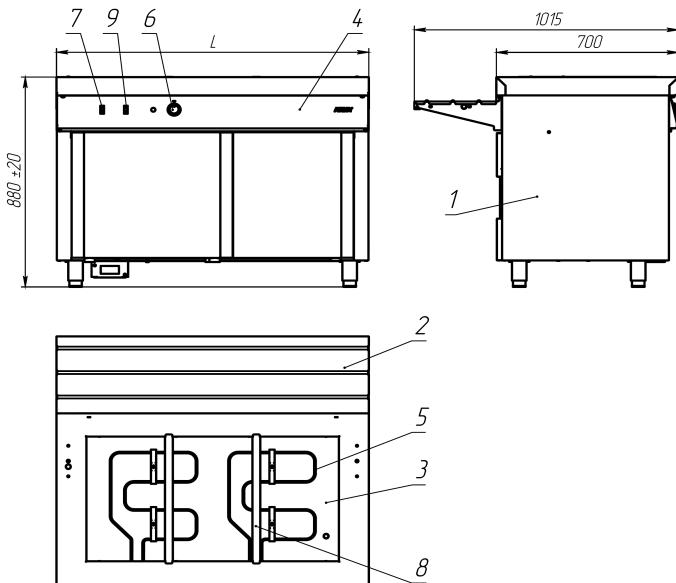
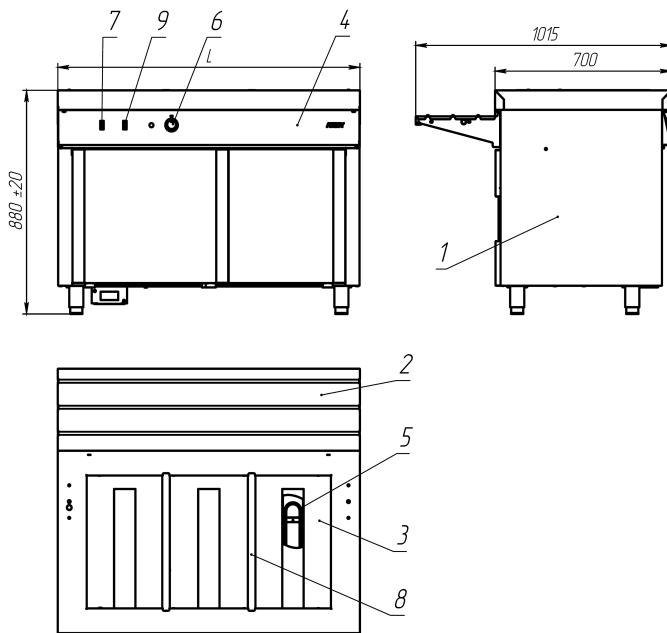

Рисунок 1
Рисунок 2
1.3.2.1 Предприятие «АТЕСИ» выпускает мармиты вторых блюд «парового» и «сухого» обогрева. Изделия, см. рисунок 1 и рисунок 2, представляют собой тумбу 1 с установленными на ней направляющей для подносов 2, ванной 3 со съёмными перегородками 8 для установки гастроёмкостей. По желанию заказчика модули могут комплектоваться стандартными гастроёмкостями GN 1/1, GN ½ глубиной до 150мм. Нагрев ёмкостей в мармите «влажном» осуществляется с помощью горячего пара, вода в ванне нагревается ТЭНами 5 рисунок 1. Температура воды внутри ванны не превышает 100°C и пригорание продуктов исключено. Нагрев продуктов в «сухом» мармите осуществляется с помощью ТЭНов 5 рисунок 2, расположенных под каждой гастроемкостью. С помощью ручки терморегулятора 6 на панели управления 4 устанавливается необходимая температура в гастроемкостях в пределах до 80°C. Выключатель 7 включает подсветку полки. Выключатель 9 подключает изделие к электросети.